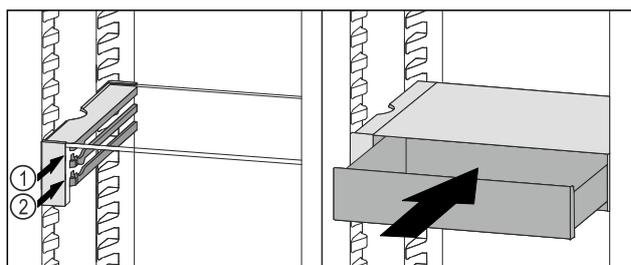

Fig. 101
- ▶ Stavite ladicu VarioSafe ukoso iza zaustavljača na željeni žlijeb Fig. 101 (1) ili Fig. 101 (2).